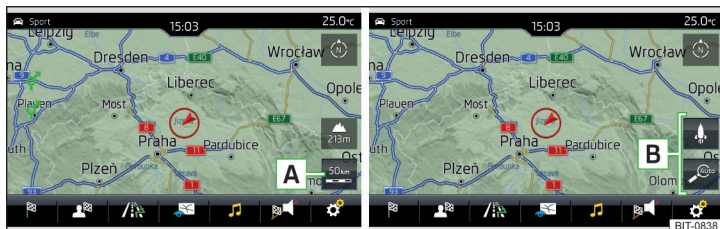

Fig. 182 Tasti funzione per la modifica della scala della cartina
► Toccare il tasto funzione **A** » fig. 182.
Nell'area **B** » fig. 182 vengono visualizzati i tasti funzione per la modifica della scala della cartina.